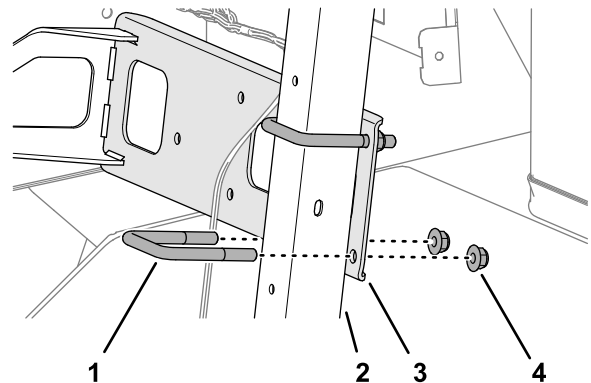

Figure 68
4. Fixez légèrement le support de collecteur au tube de support du tableau de bord (Figure 68) à l'aide de 2 étriers filetés ($\frac{3}{8}$ po) et 4 contre-écrous à embase ($\frac{3}{8}$ po).